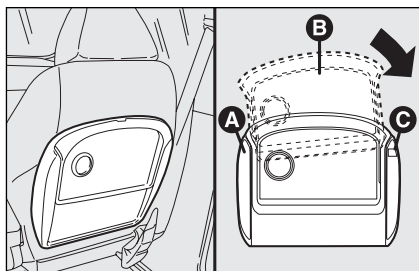

fig. 73
- ☐ ponga la superficie de apoyo **B**-fig. 73 de forma que el perno fijo del soporte **A** esté en el interior de la guía izquierda de la misma superficie;